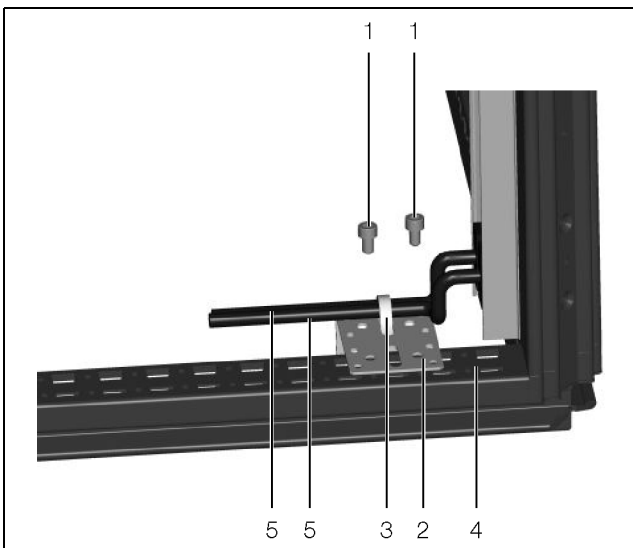

Abb. 7: Montage einer Zugentlastung (Alternative 2)
- Befestigen Sie alternativ den Winkel (Abb. 7, Pos. 2) mit den mitgelieferten Schrauben (Abb. 7, Pos. 1) von oben am seitlichen Bodenrahmen (Abb. 7, Pos. 4).